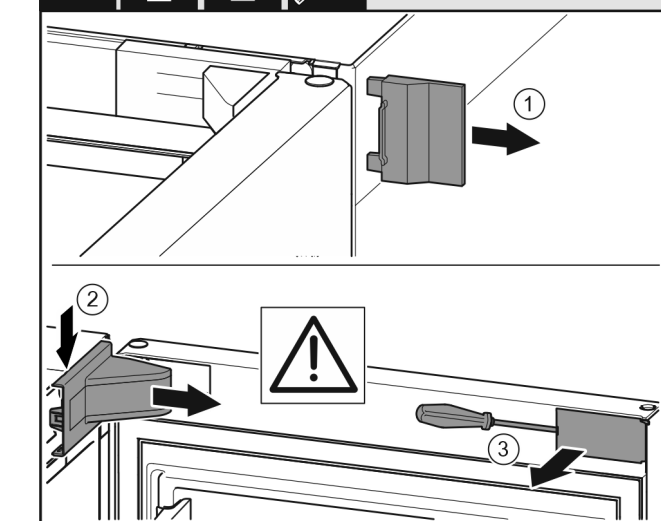

Fig. 9
- ▶ 取下外盖。Fig. 9 (1)
- ▶ 拆卸并松开托架盖。取下托架盖。Fig. 9 (2)
- ▶ 使用带槽螺丝刀松开隔板并把它转到一边。Fig. 9 (3)